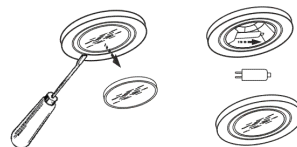

рис. 12
8.6 Замену электрической галогенной лампы производите в следующей последовательности (рис. 12):